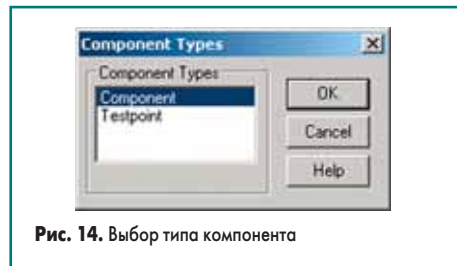

Рис. 14. Выбор типа компонента
33. В появившемся диалоговом окне Component Types (рис. 14) с помощью мыши выберем тип компонентов Component и нажмем кнопку OK.